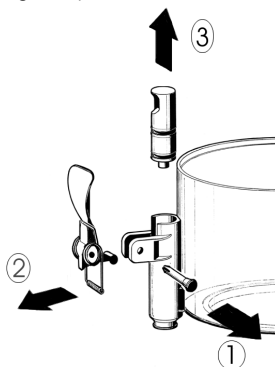

figure 1
- 3 Démontez le robinet selon la séquence indiquée (voir figure 1).
- 3 Ré assemblez le robinet sur le conteneur, dans le sens inverse des indications de démontage (voir figure 1).